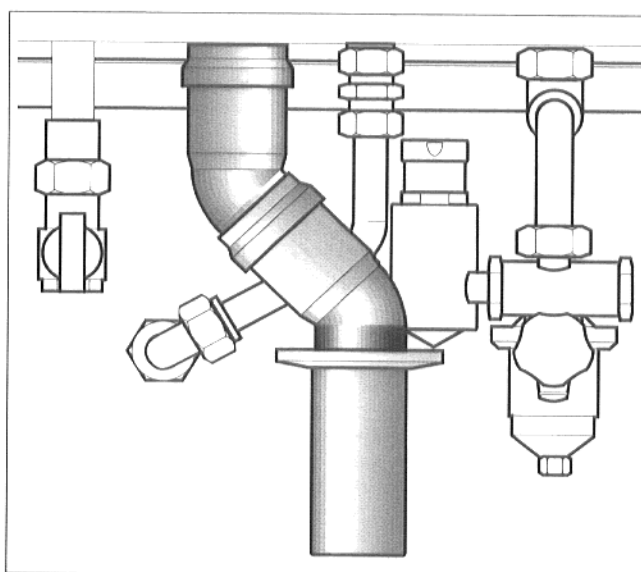

Fig. 9: curva in materiale sintetico, sifone ad imbuto
- Montare la curva in materiale sintetico all'attacco dello scarico della condensa (Fig. 9).
- Montare il sifone ad imbuto sotto la curva in materiale sintetico e la valvola di sicurezza (Fig. 9).